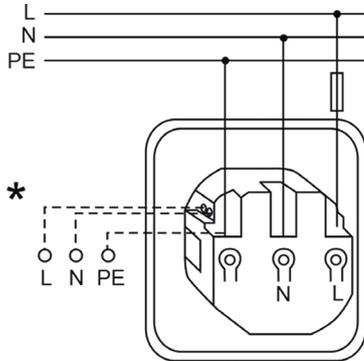
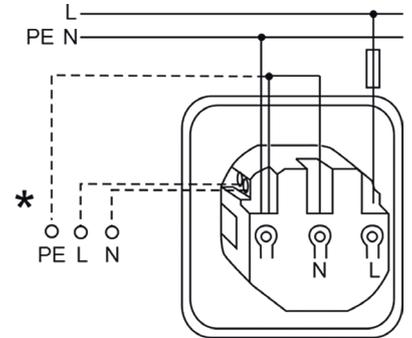

Abb. 1
Abb. 3
* Abb. 1 bis Abb. 3: Abgangsleiter nur bei Schukomaten, siehe Übersicht auf Seite 19.